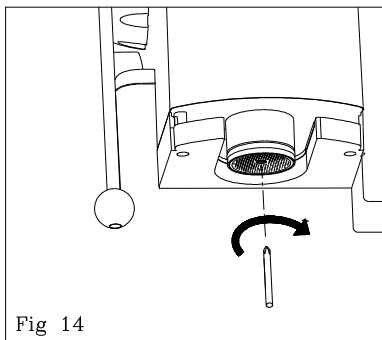

Fig 14
3. Nettoyage du piston (Fig. 14)